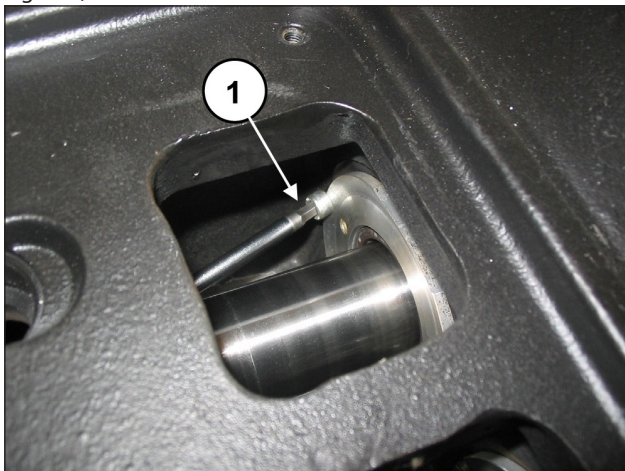

Fig. 117
Svitare le due viti di bloccaggio del coperchio paraolio (pos. ①, Fig. 117).